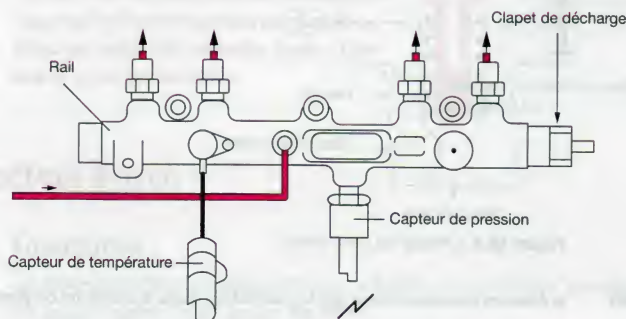

Figure 85.2. Accumulateur « rail » de Bosch
La pression présente dans le rail est détectée et transmise par un capteur de pression de rail (fig. 85.2) au calculateur. En fonction des états de marche du moteur, le calculateur pilote le régulateur de pression pour obtenir les pressions désirées, variables entre 200 et 1 350 bar (1 bar = 100 kPa).
- un *capteur de pression* (mesure de la pression avec rapidité et précision, **fig. 85.2**) ;